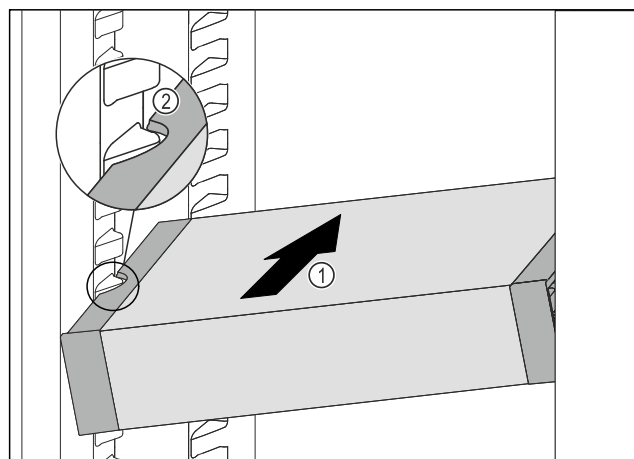

Fig. 89
- Inserire VarioSafe ad angolo nel vano frigorifero Fig. 89 (1), fino a quando le cavità laterali Fig. 89 (2) di VarioSafe non si trovano al livello della nervatura del contenitore nel vano frigorifero.